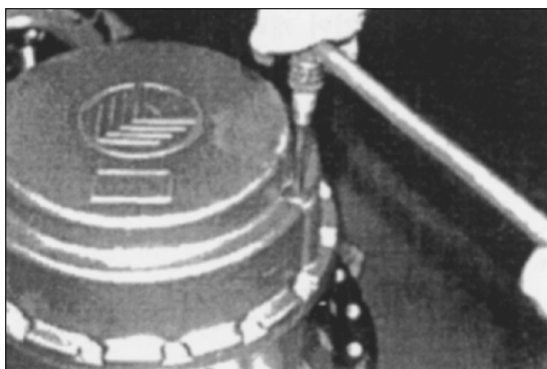

Рис. 112
22. Произведите затяжку заглушек моментом до 6 - 8 Нм. Рис. 112.